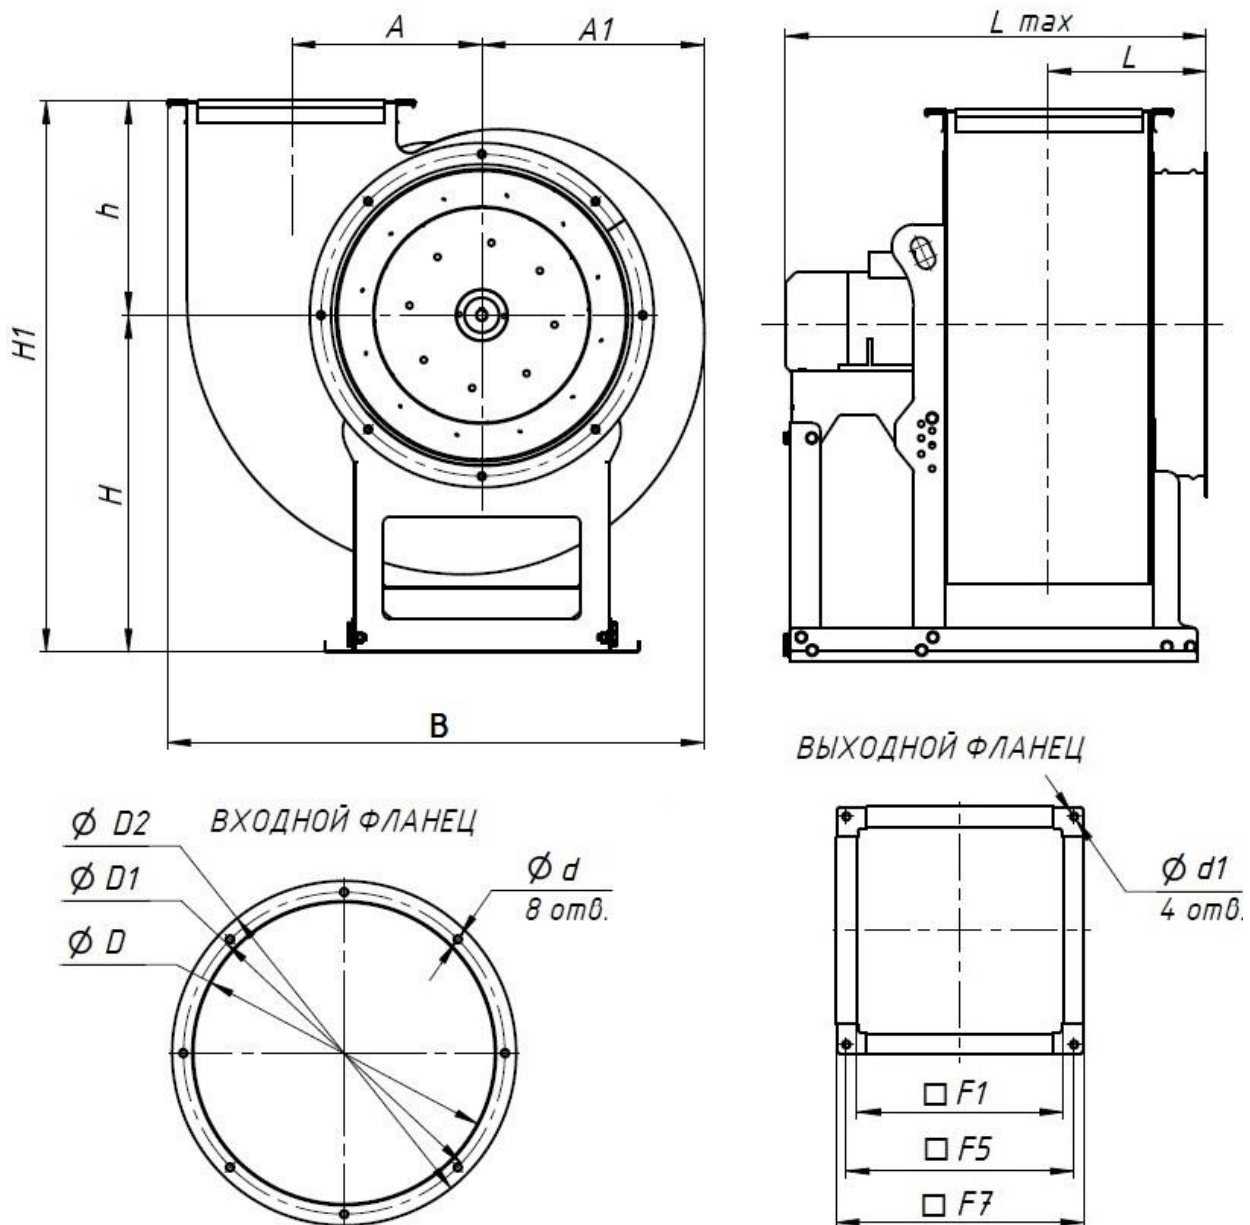
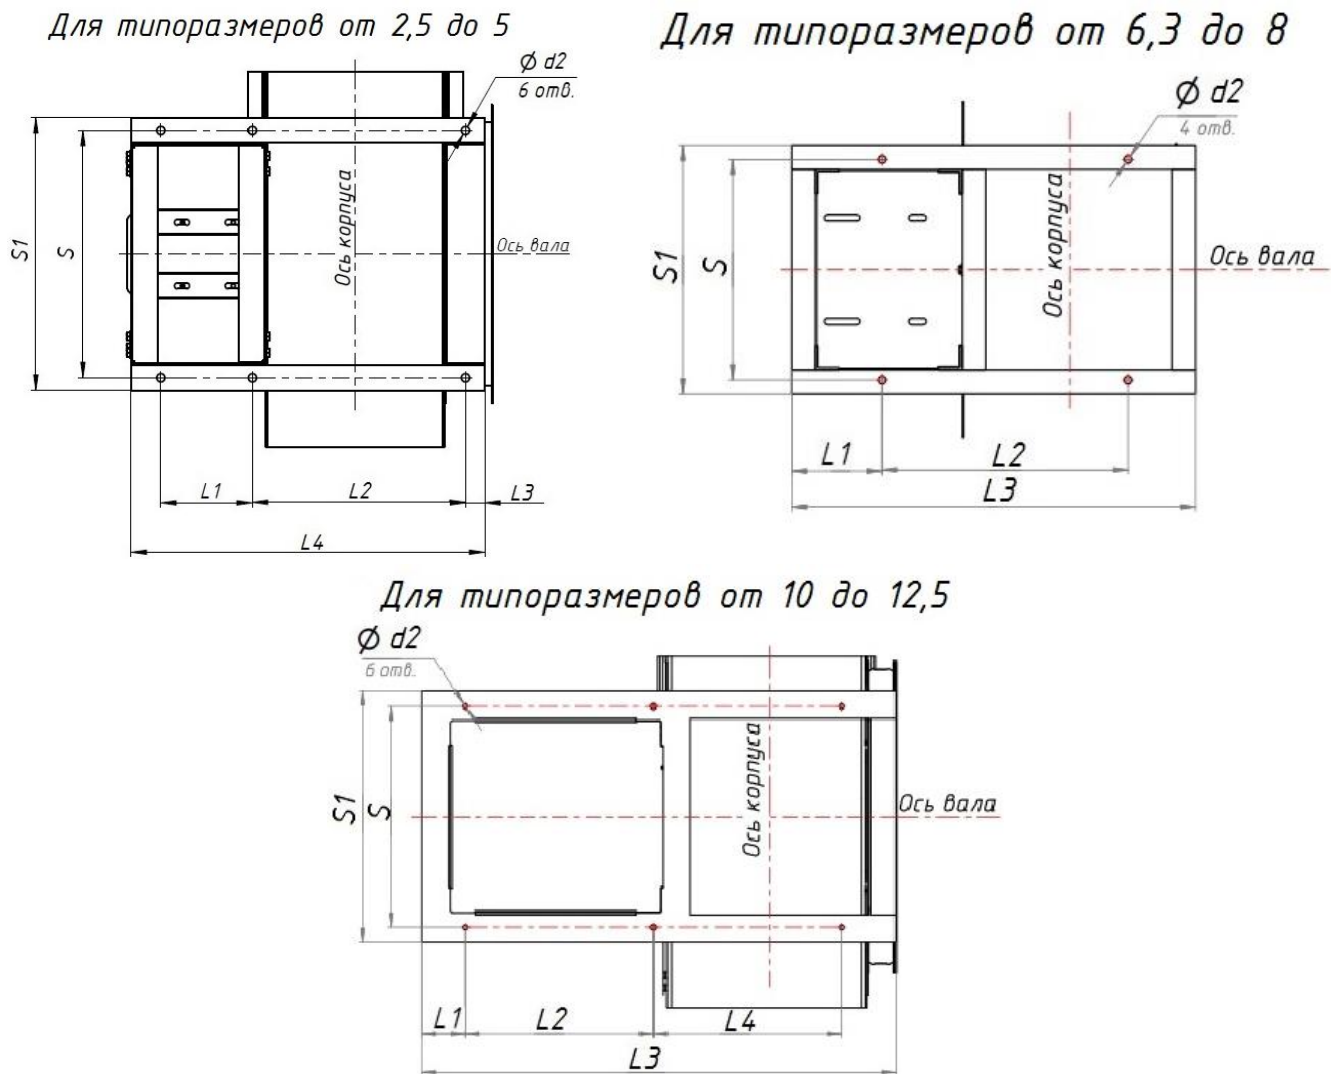

РИС. 1. Габаритные и присоединительные размеры вентиляторов ВР 80-75
РИС. 2. Основание рамы вентиляторов ВР 80-75
1.2.2. Устройство вентиляторов, габаритные, присоединительные и установочные размеры вентиляторов указаны на рис. 1, рис. 2, табл. 1, табл. 2.